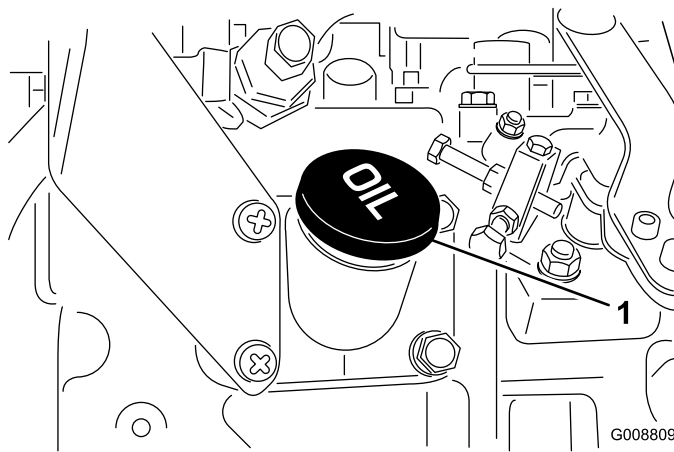

Figura 9
4. Se l'olio non raggiunge la tacca Full, togliete il tappo di riempimento (Figura 9) e aggiungete olio finché il livello non raggiunge la tacca. **Non riempite troppo.**